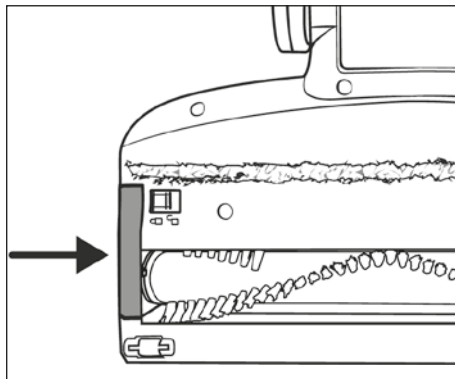

Abb. 27
- 6) Setzen Sie den Bürstenrollenhalter 20 wieder in die Bodenbürste 22 ein. Drücken Sie ihn nach unten, bis er mit einem Klickgeräusch in die Bodenbürste 22 einrastet (siehe Abb. 27).